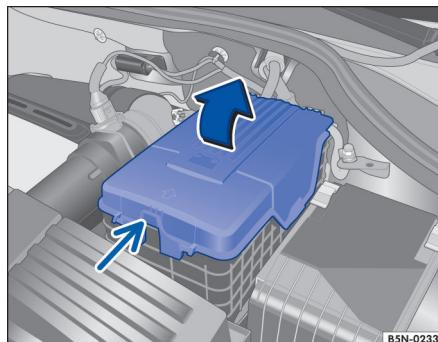

图 172 拆卸蓄电池护盖
- 沿图示箭头的方向推突舌，上提护盖，将其拆下。⇒ 图 172
- 蓄电池后置车型，沿图示箭头的方向取下护盖。⇒ 图 172